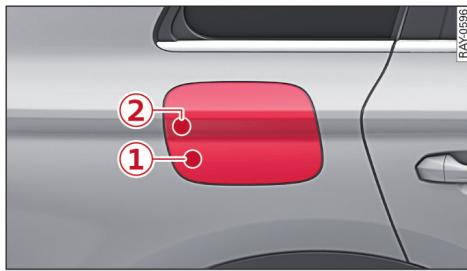

图 68 汽车的右后部：打开充电口盖
- ▶ 请在部位 ① 点按充电口盖 ⇨ 图 68。另外，您也可以通过中央显示屏打开充电口盖。
- ▶ 要打开充电口盖时，请在部位 ② 点按充电口盖 ⇨ 图 68。